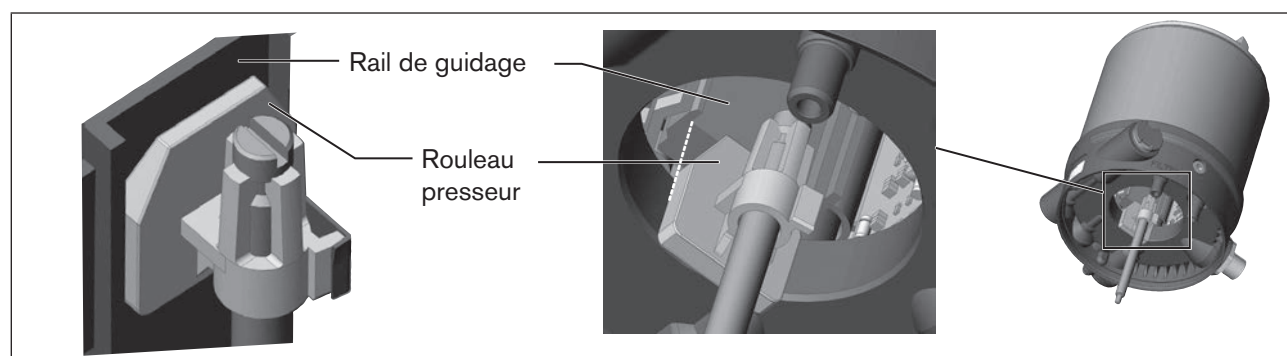

Figure 22 : Disposition du rouleau presseur
1. qu'il entre dans le rail de guidage du positionneur (voir « Figure 22 »)